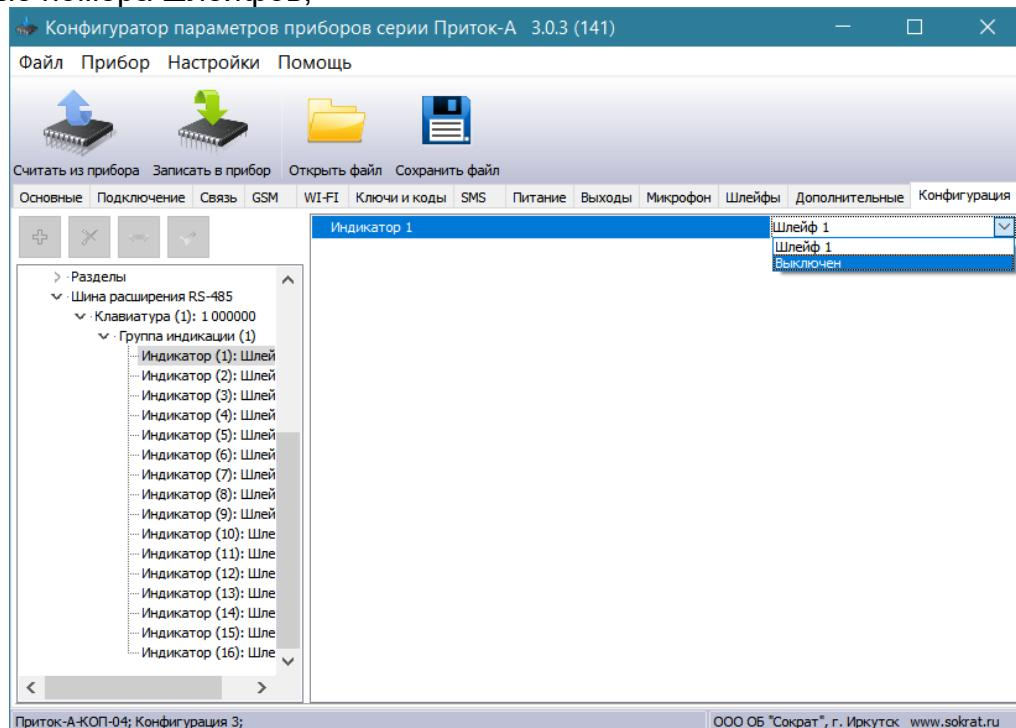

Рисунок 6
- Двойным кликом раскройте пункт «Клавиатура(x):..... » и подпункт «Группа индикации» (см. Рисунок 6). Группа индикации представлена списком из 16 строк следующего формата «**Индикатор(х): Шлейф:у**», где x – номер индикатора, у – номер шлейфа. Программа конфигурации, по умолчанию, назначает в группу индикации первые 16 шлейфов КОП;